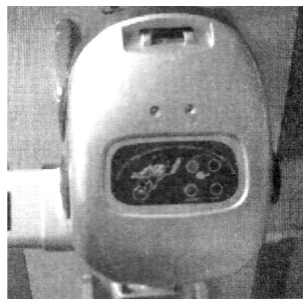

图 2-64 偏心补偿
- ① 进入仪器界面，选定车型，如桑塔纳 2000 按“确定”。
- ② 进入四轮定位参数界面，按“测定”键，进入车况检查界面，再按“进入”键。
- ① 将车轮和夹具顺时针旋转 90° 。
- ② 将车轮和夹具逆时针旋转 180° 。
③ 将车轮和夹具顺时针旋转 90° 。
5) 将 4 个车轮分别重复一次上述步骤进行偏心补偿，如图 2-64 所示。
- ① 拉紧驻车制动器。